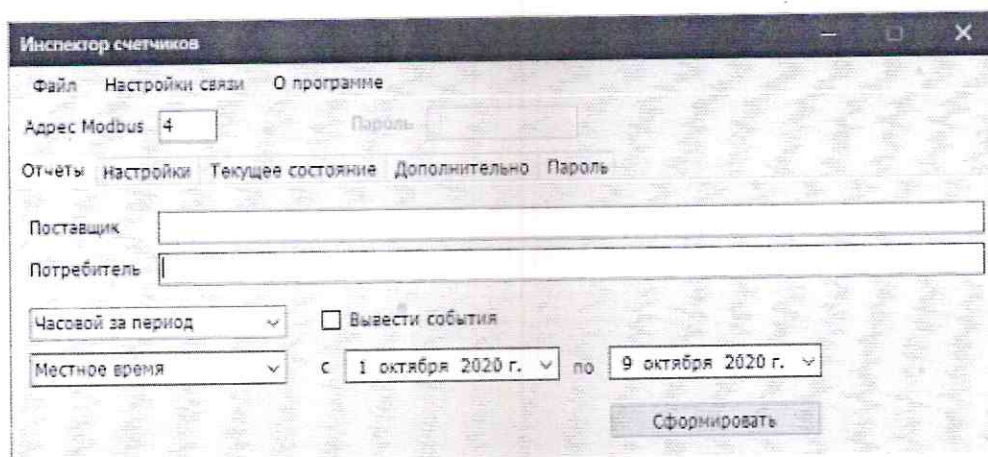

Рисунок 15 – Диалоговое окно программы CounterExplorer.exe
2.5.5 Для формирования отчета во вкладке «Отчеты» выбрать вид отчета (см. рисунок 15), временной период, для отображения событий поставить галочку в строке вывести события, нажать кнопку «Сформировать».